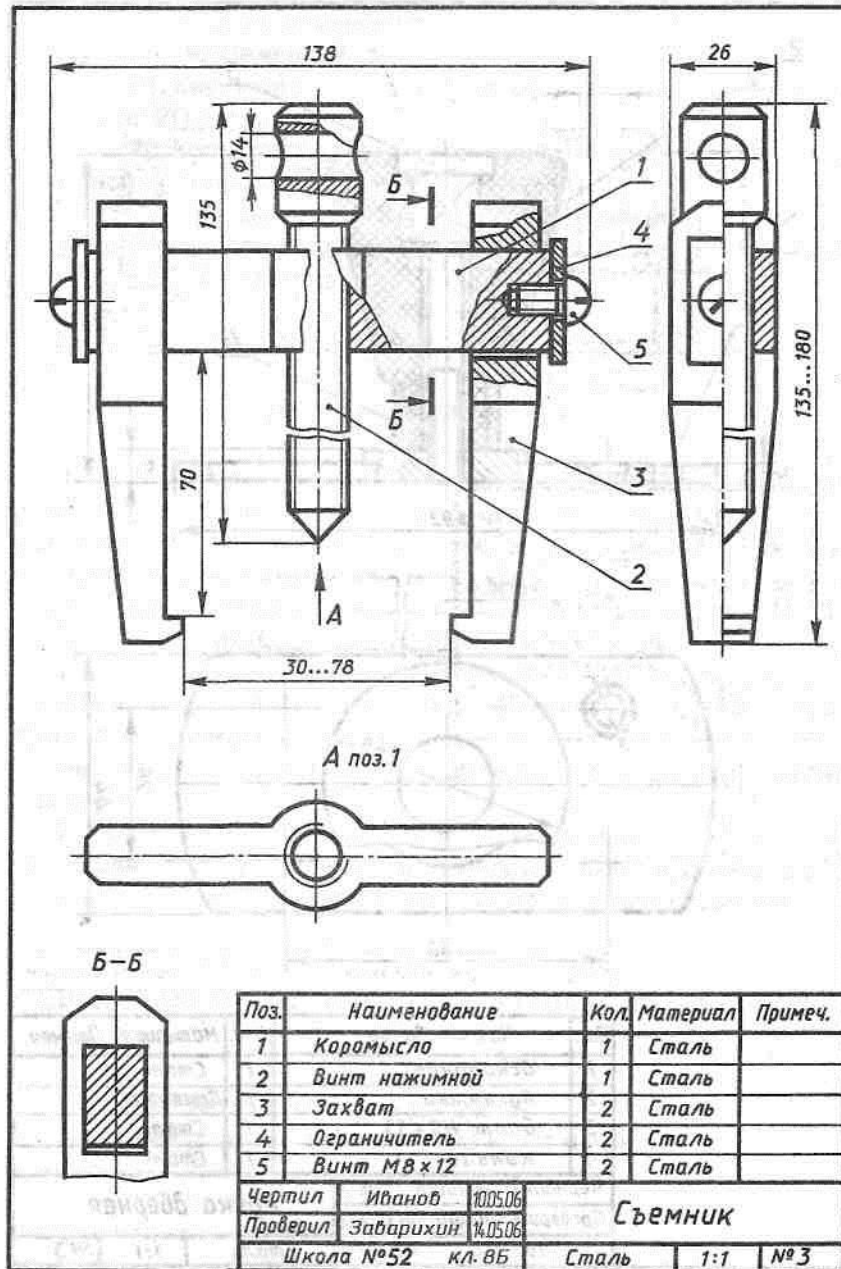

Рис. 245. Чертеж для чтения
- 3) рисунок 245, детали 2, 3;